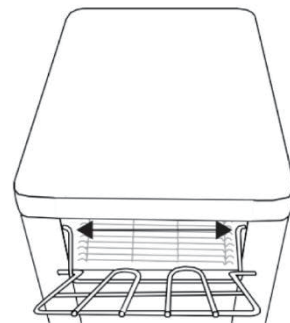

Fig. 1
1. Stringere i bracci dell'alimentatore e infilarli nei fori di montaggio dell'alimentatore (Fig. 1).